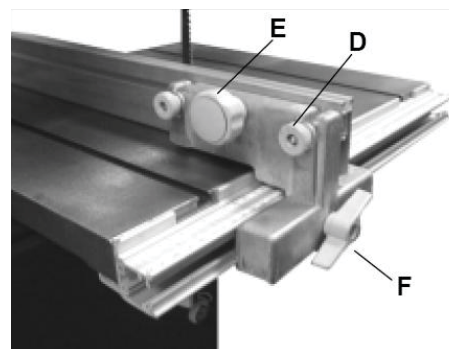

Рис. 7
тами M6x40 (D) прикріпіть напрямну (С) до підпори напрямної (В), для регулювання та фіксації положення використовуйте велику ручку (Е), як зазначено на рис. 7.
- Вертикальне та горизонтальне регулювання напрямної упору (С) проводиться двома маленькими ручками (D) та великою центральною ручкою (Е) (Рис. 7).